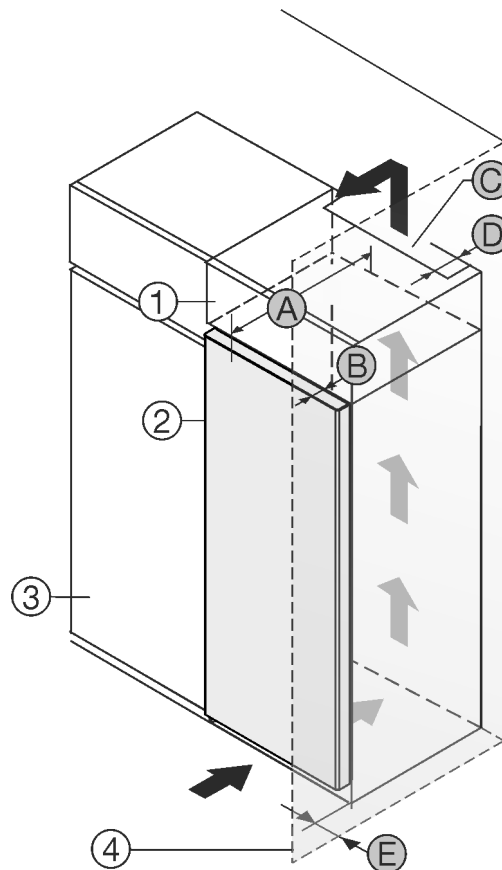

Fig. 1
- (1) Шафа для встановлення на пристрої *
- (2) Пристрій *
- (3) Кухонна шафа *
- (4) Стінка *
- (A) Глибина пристрою *
- (B) Глибина дверей *
- (C) Вентиляційний зазор *
- (D) Відстань задня сторона пристрою *
- (E) Відстань до сторони пристрою *
Ви можете встановити пристрій безпосередньо поряд із кухонною шафою Fig. 1 (3)*.
Зі зворотного боку шафи для встановлення на пристрої слід передбачити вентиляційну шафу завглибшки Fig. 1 (D) на всю ширину цієї шафи.*
Слід дотримуватись вентиляційного отвору Fig. 1 (C) в стелі приміщення.*
Якщо пристрій із шарнірами встановлюється поряд зі стіною Fig. 1 (4), відстань між пристроєм і стіною повинна бути не менше 13 мм.*
Щоб мати можливість повністю відкривати дверцята, потрібно, щоб пристрій виступав на відстань глибини дверцят Fig. 1 (B) відносно передньої панелі кухонної шафи. Залежно від глибини кухонних шаф Fig. 1 (3) та використання пристінних розпірок пристрій може ще більше виступати вперед.*